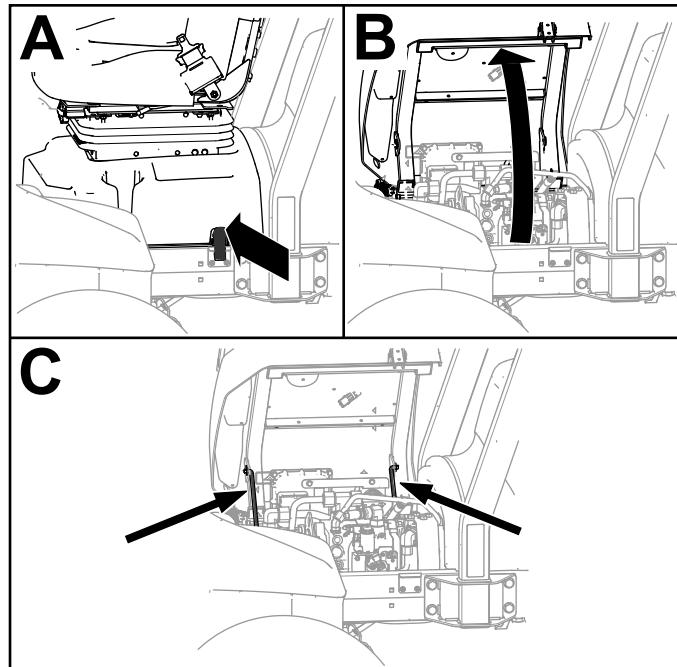

图 93
2. 打开座椅底座闩锁倾斜并打开座椅底座用支撑杆支撑 图 93。